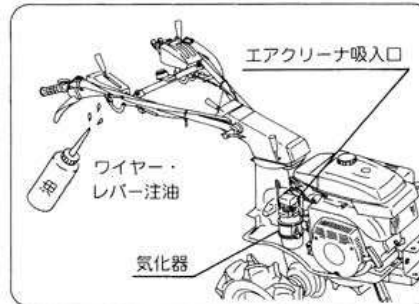

図27
- ① その日の内に水洗いをして、水洗い後はよく水分を拭取ってください。エンジンは水洗いをしないでください。（エアクリーナ注水厳禁）
- ② ワイヤ、レバー等の回動、摺動部に注油してください。（図27）